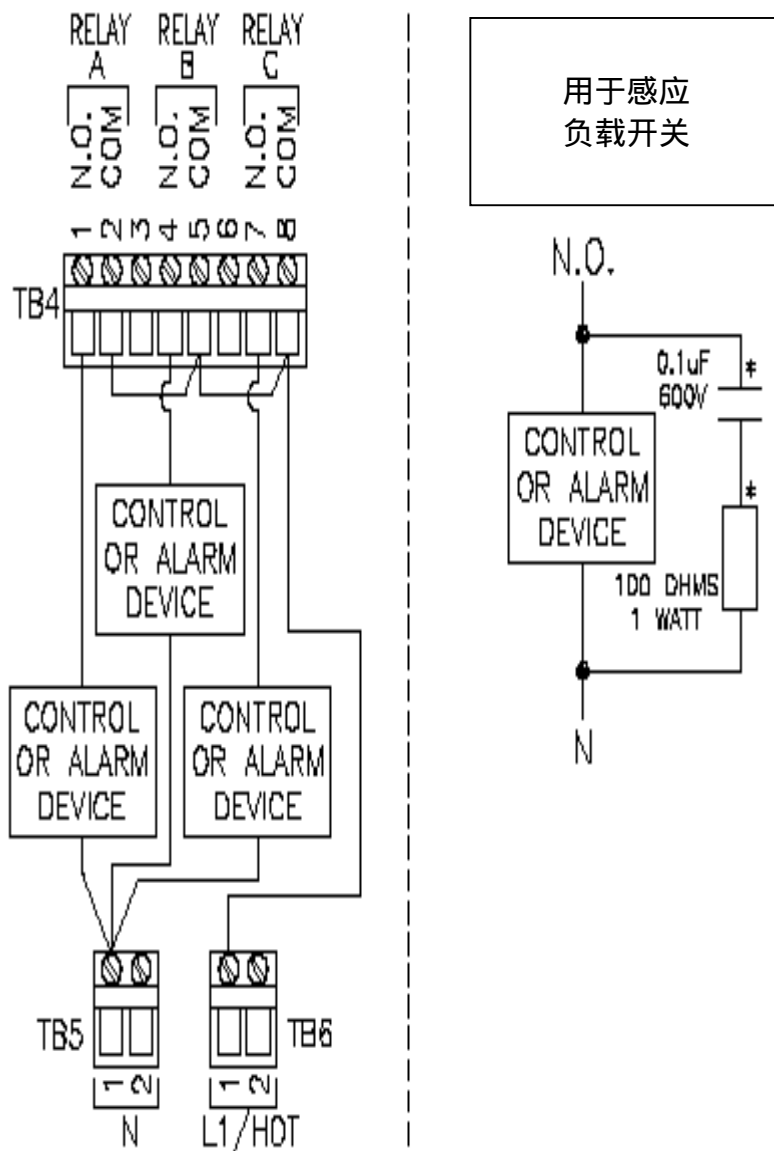

图 2-5 连接控制/报警装置到固态交流继电器
当随附的是这种类型的继电器时，在 TB4 的接线端 1~8 共提供三路 SPST (单刀单掷) 固态交流 (AC) 继电器输出 (继电器 A、B 和 C) ——除了接线端 3 和 6 没有用到。继电器输出是不接电的。用于测定仪供电的电线也可以用于为与这些继电器相连接的控制或者报警装置。参见图 2-5，这是一个通用的接线排列图。每次都要检查控制线以确保供电不会被继电器的开关动作而造成短接，并且接线符合当地的法规要求。